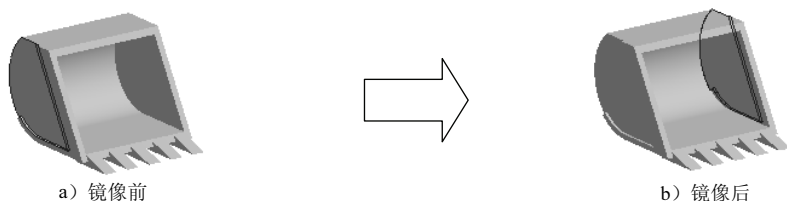

图 6.12 镜像 1
(4) 单击“拉伸”对话框中的 **确定** 按钮，完成拉伸特征 3 的创作。
Step 8 创建图 6.12 所示的镜像 1。